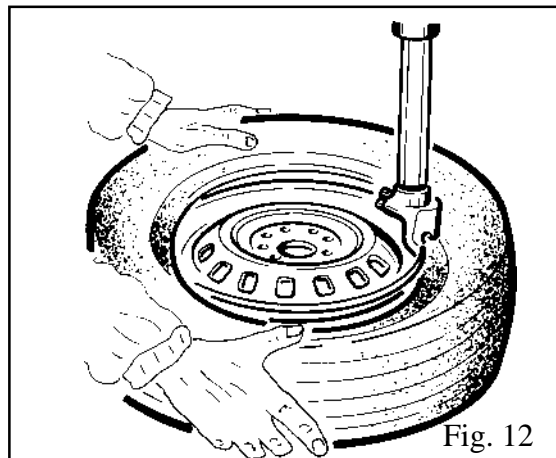

Fig. 12
**NOTA:** quando si opera con cerchi di uguali dimensioni, non occorre sempre bloccare e sbloccare il braccio operante; basta spostare lateralmente il palo orizzontale (N) con il braccio operante (M) bloccato.
- Tenendo premuto con le mani il tallone del pneumatico nella gola del cerchio, premere il pedale (Z) per ruotare l'autocentrante in senso orario per tutta la circonferenza del cerchio (Fig. 12).